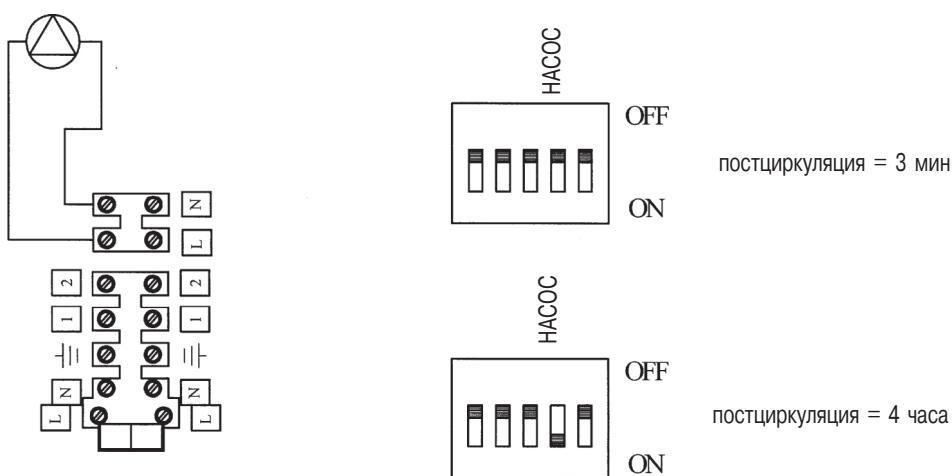

рисунок 8
- Выполнить электрическое подсоединение в соответствии с рис.8.